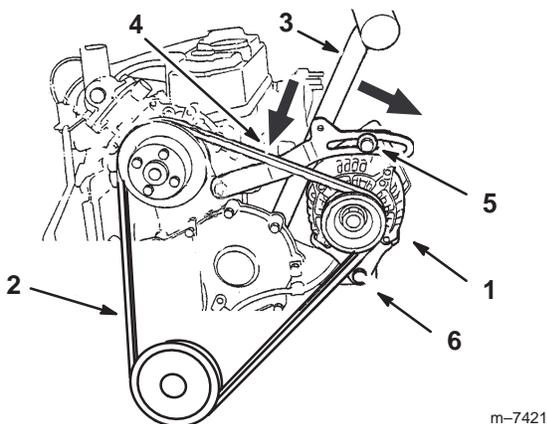

Figure 80
5. Desserrez les deux boulons de fixation de l'alternateur (Fig. 80).
6. Retirez la courroie des poulies et de l'alternateur (Fig. 80).
7. Installez une courroie neuve autour des poulies et de l'alternateur (Fig. 80).
1. Placez un timon entre l'alternateur et le bloc cylindres (Fig. 80).
2. Réglez l'alternateur vers l'extérieur jusqu'à ce que la courroie présente une flèche de 10 à 13 mm (3/8 à 1/2 pouce) entre le moteur et l'alternateur (Fig. 80).
5. Si la flèche est correcte, serrez le boulon supérieur à 19 Nm (170 pouces-livre) et le boulon inférieur à 61 Nm (45 pieds-livre) (Fig. 80).